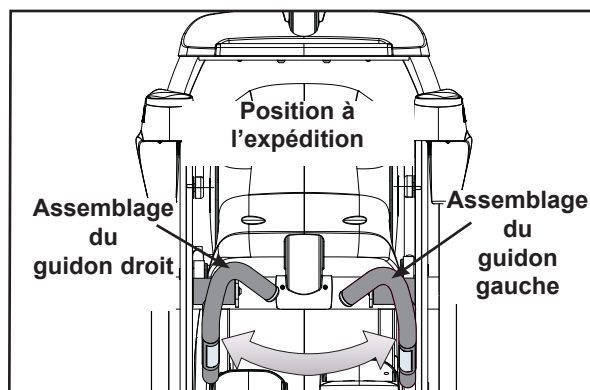
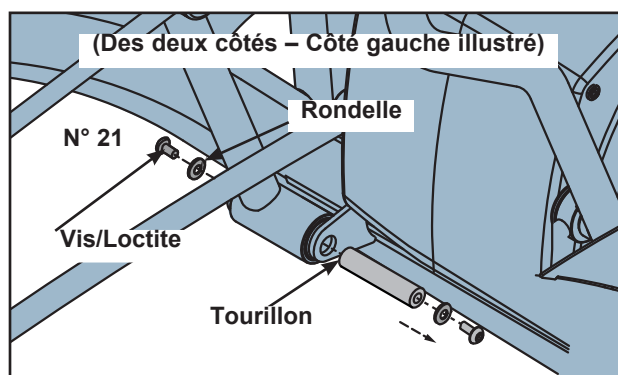

Figure 9 (750AT)
Figure 10 (750AT)
REMARQUE : À l'expédition, l'emplacement des guidons gauche et droit est inversé. Pour une installation et un assemblage adéquats, ils doivent être retirés et mis chacun à leur place. Reportez-vous à la figure 9.
- A. Repérez les vis et les rondelles fixant chaque guidon au châssis principal. Reportez-vous à la figure 10.
- B. À l'aide d'une clé Allen de 7/32 po (n° 15), retirez les vis et les rondelles du guidon droit. Reportez-vous à la figure 10. **REMARQUE :** Le guidon droit est monté sur le côté gauche. Reportez-vous à la figure 9.
- D. À l'aide d'une clé Allen de 7/32 po (n° 15), retirez les vis et les rondelles du guidon gauche. Reportez-vous à la figure 10. **REMARQUE :** Le guidon gauche est monté sur le côté droit. Reportez-vous à la figure 9.
- A. Placez le guidon gauche à l'emplacement adéquat sur le côté gauche d'où le guidon droit a été retiré à l'étape 14C. Reportez-vous à la figure 10.
- C. Placez le guidon gauche en position et faites glisser le tourillon en place. Reportez-vous à la figure 10.
- D. Fixez le guidon à l'aide des vis et des rondelles retirées à l'étape 14B. Reportez-vous à la figure 10.
- A. Placez le guidon droit à l'emplacement adéquat sur le côté droit d'où le guidon gauche a été retiré à l'étape 14E. Reportez-vous aux figures 10 et 11.